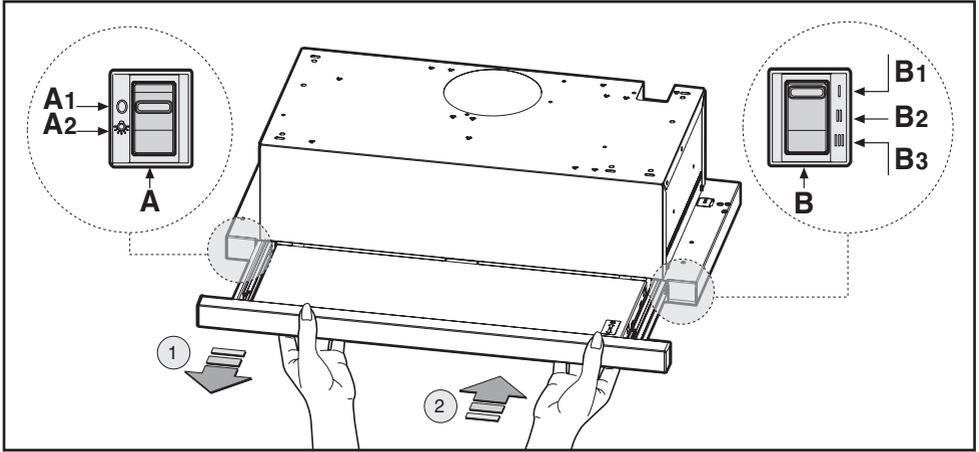

Fig.9
• **Сигналы управления slider (Рис.9)** символика указана ниже: